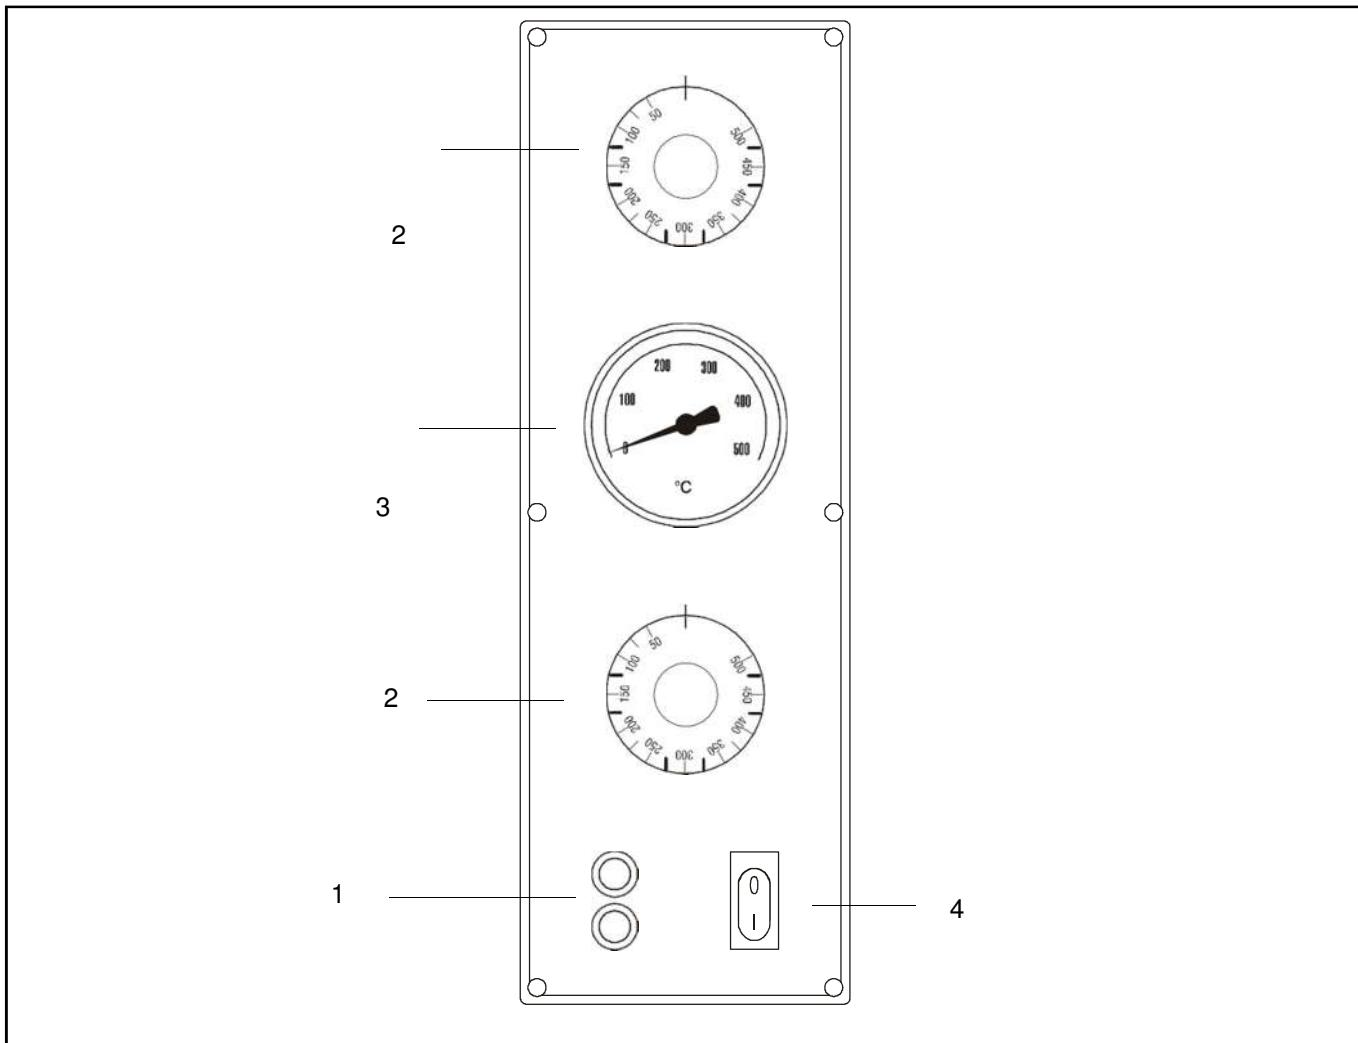

РИС.7 (Панель контроля)
Панель контроля, расположенная спереди, показана на РИС.7.
### ПОЯСНЕНИЯ К РИС.7
- 3) Активируйте резисторы, установив терморегуляторы (**РИС. 7 - №2**) на температуру **150 °C**, обозначенную на ручке. Загорится зеленый индикатор, сигнализирующий о том, что резисторы активированы;
- 5) Отключите резисторы, переведя терморегуляторы (**РИС. 7 - №2**) в **позицию «0»**.
- 7) Снова закройте дверцу и повторите действия, описанные в п.3, установив терморегуляторы (**РИС. 7 - №2**) на температуру **400°C**, обозначенную на ручке;
- 9) Отключите резисторы, переведя терморегуляторы (**РИС. 7 - №2**) в **позицию «0»**.
- 3) Активируйте резисторы, настроив терморегуляторы (**РИС. 7 - №2**) на желаемую температуру, указанную на ручке. Загорится соответствующий зеленый индикатор, свидетельствующий о работе резисторов;
- 4) Как только температура в печи достигла желаемого уровня (см. п.9 данного раздела), отображаемого на термометре (**РИС. 7 - №4**), можно загружать пиццу;
- 6) Для того, чтобы включить внутреннюю подсветку камеры, нажмите переключатель освещения печи (**РИС. 7 - №5**);
- 1) Отключите печь, переведя выключатели терморегуляторов (**РИС. 7 - №2**) и резисторов (**РИС. 7 - №3**) в позицию «0».